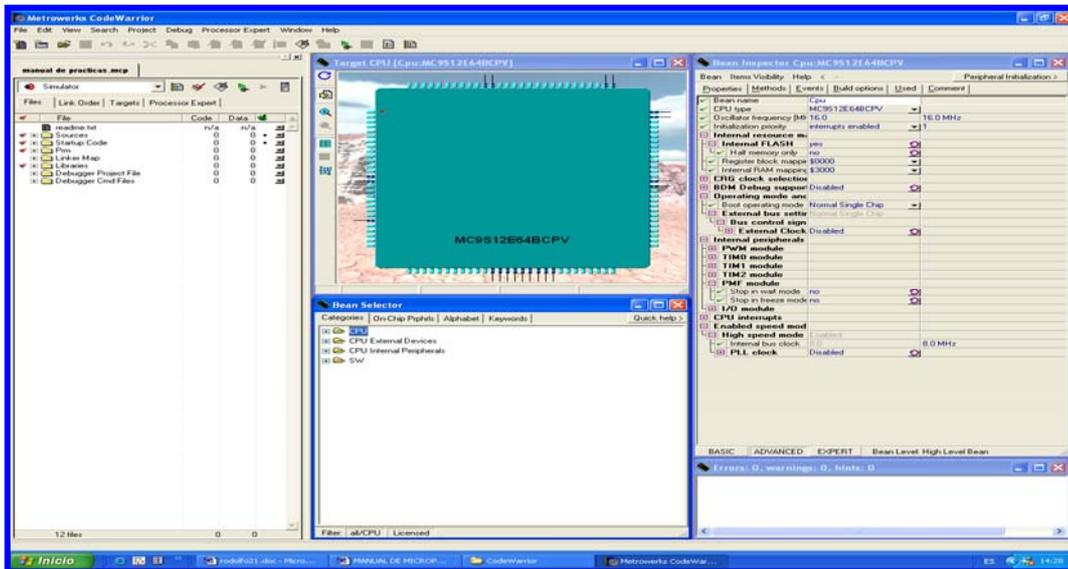

Figura 4.9 Ventana Principal de Metrowerks Codewarrior.
12.-En esta parte podremos observar toda la pantalla completa en donde se trabajará para la manipulación del microcontrolador MC9S12E64 (Figura 4.9).